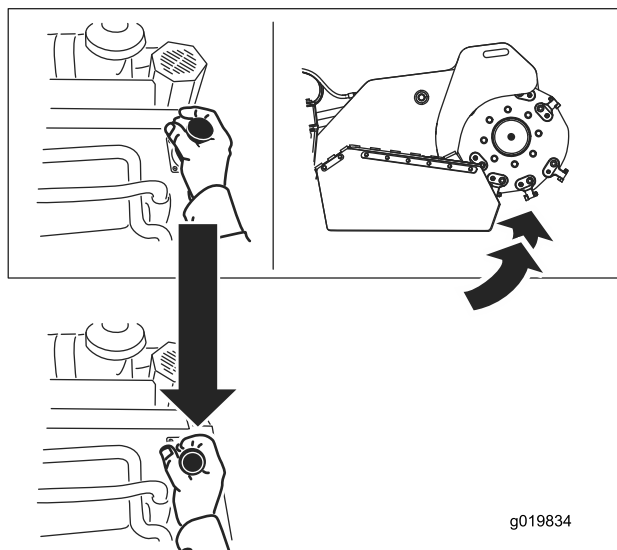

図 13
- グラインダを上昇させるには、レバーを手前に引きます 図 13。